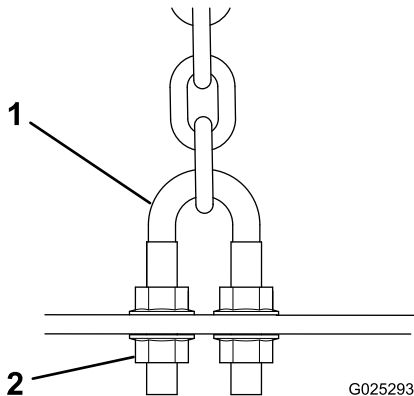

Bild 16
1. Entfernen Sie die Muttern, mit denen die U-Bügel der Hubkette an der Unterseite des Mähwerks befestigt sind (**Bild 16**).
3. Befestigen Sie die U-Bügel mit den vorher entfernten Muttern am Mähwerk (**Bild 16**).